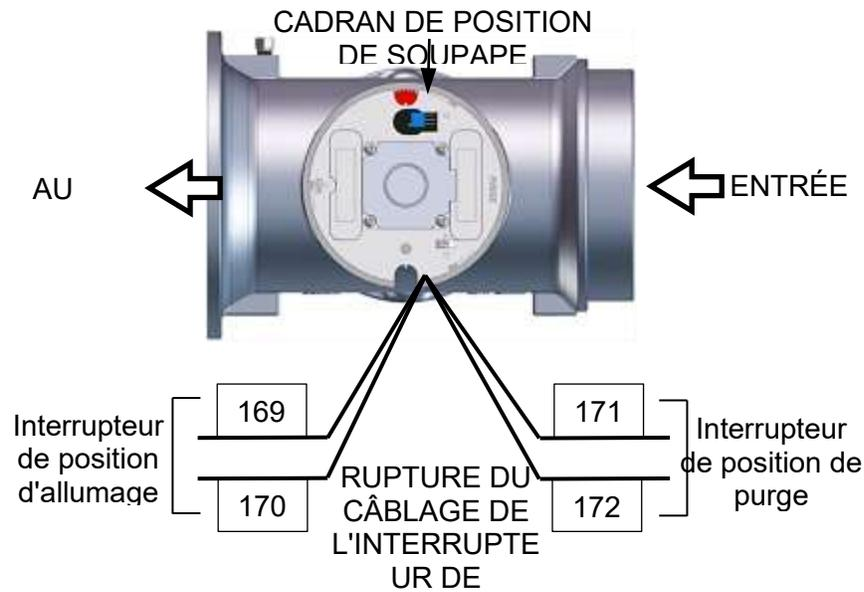

Figure 5.11-2 : Emplacement des interrupteurs de purge et d'allumage des soupapes d'air et de carburant
4. Retirez l'un des deux fils (#171 ou #172) de l' **interrupteur de purge** (figure 5.11-2).
4. Retirez l'un des deux fils (#169 ou #170) de l' interrupteur de **contact** (figure 5.11-2).